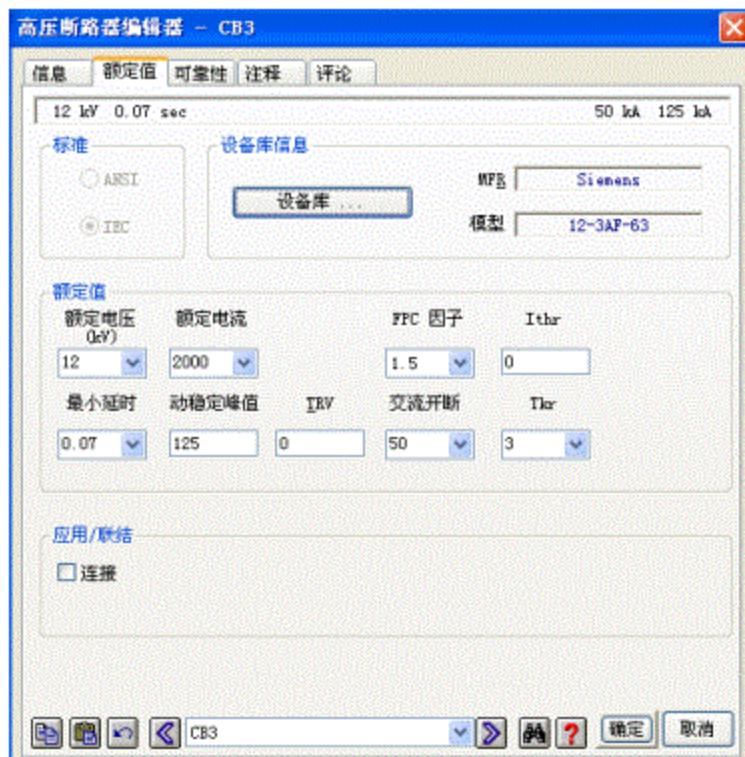

图3-2 高压断路器CB3 编辑器的额定值属性页
(1) 打开断路器CB3的编辑，选择“设备库”中的Siemens 12-3AF-63；在额定“交流开断”电流下拉列表中选择，将额定“交流开断”电流指定为50kA。具体如下图3-2所示：